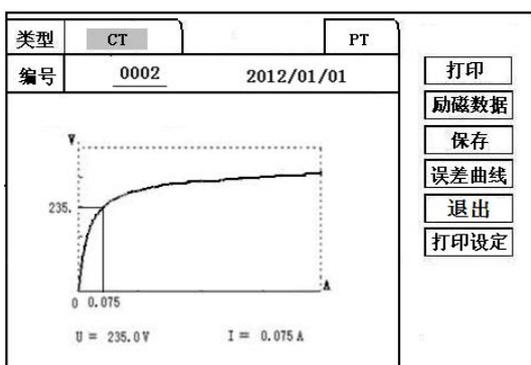

图 6, CT 励磁曲线图
试验时，光标在“开始”选项上，并不停闪烁，测试仪开始自动升压、升流，当测试仪检测完毕后，试验结束并描绘出伏安特性曲线图（如图 6）。
试验结束后，屏幕显示出伏安特性测试曲线（见图 6）。该界面上各操作功能如下：
**误差曲线**：在图 6 的界面中，将光标移至“误差曲线”选定后，屏上将显示伏